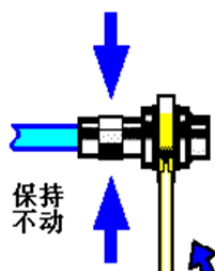

图 3.5 使用力矩扳手完成最后连接
- 步骤 3.** 如图 3.5, 使用力矩扳手拧紧完成最后的连接, 注意力矩扳手不要超过起始的折点, 可使用辅助的扳手防止连接器转动。